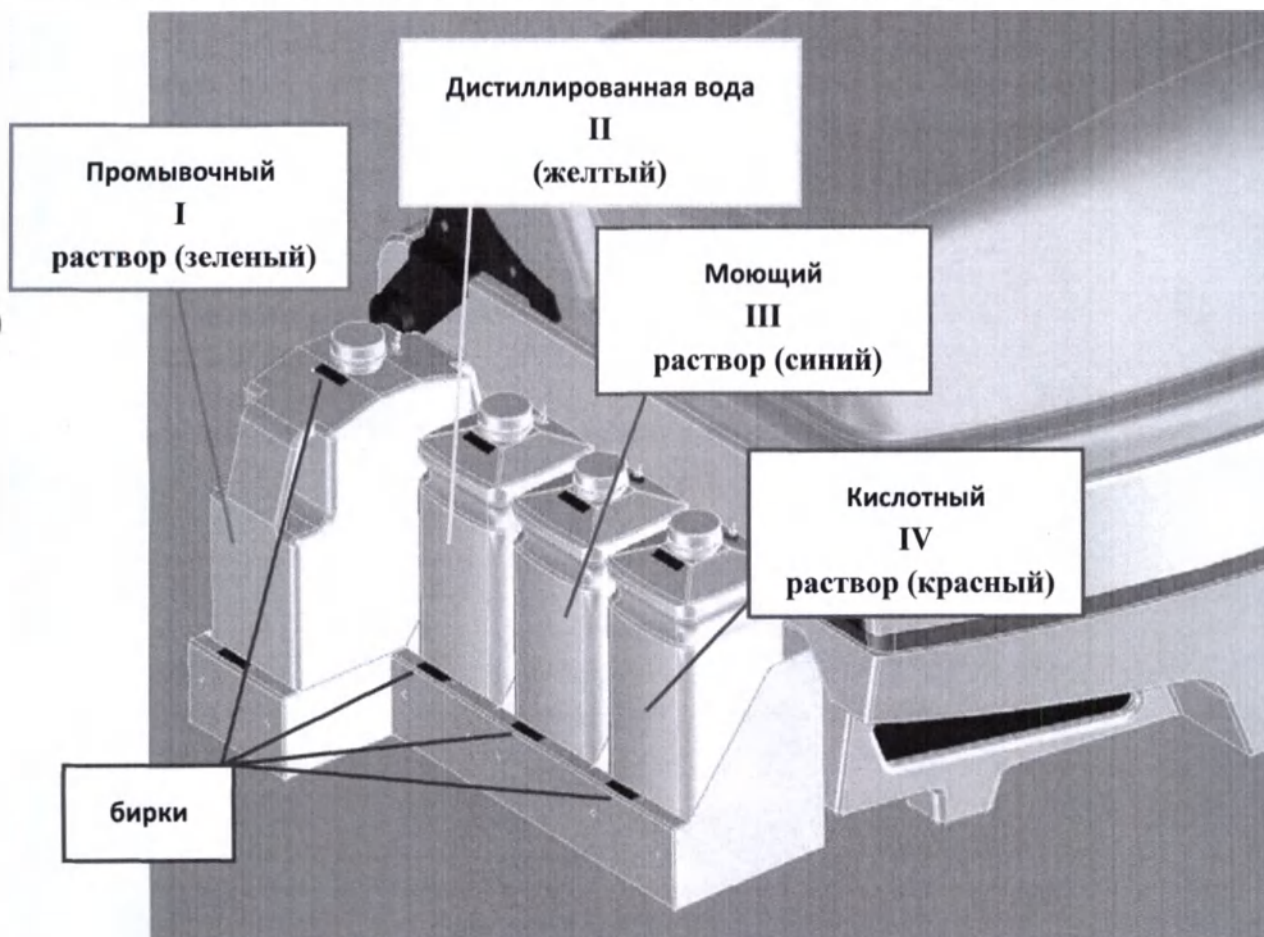

Рис. 5- Резервуар для четырех емкостей.
1. Расположите четыре емкости на контейнере в порядке, указанном ниже (рис. 5):